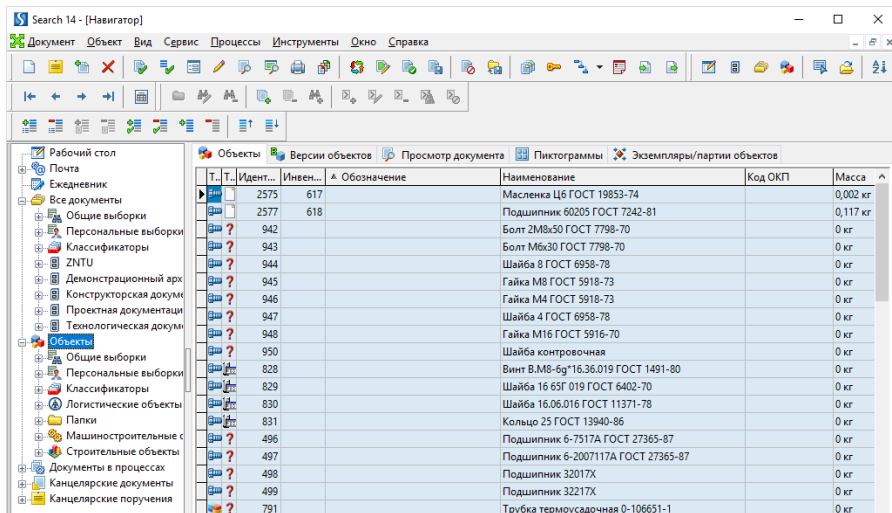

Рисунок 1.12 – Розділ **Объекты** в рабочему вікні **Навигатора**
8. Встановіть курсор в розділ **Объекты** (рис. 1.12). Ознайомтесь зі структурою та складом доступних об'єктів, а також структурою і складом розділу **Машиностроительные объекты**.